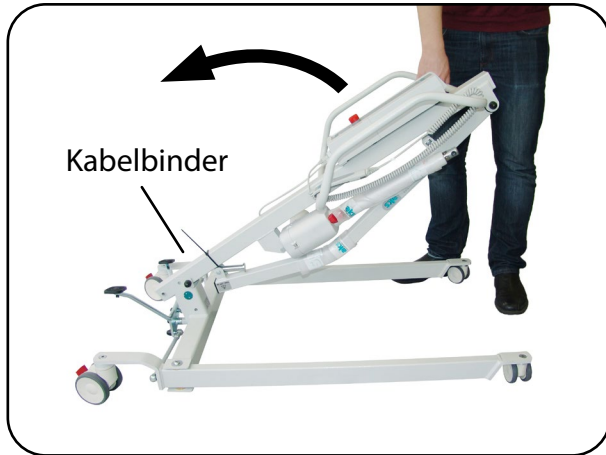
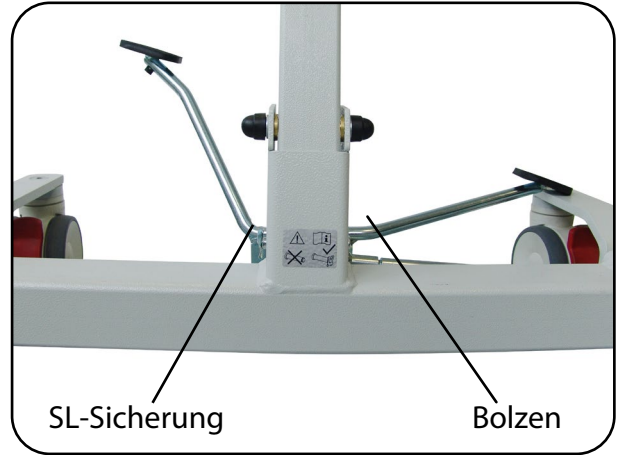

Abb. 6.2.03 – Standmast aufrichten
Abb. 6.2.04 - Standmastaufnahme
5. Richten Sie den Standmast auf (Abb. 6.2.03) und bringen Sie die Bohrung des Standmastes mit der Bohrung der Standmastaufnahme deckungsgleich übereinander. Dann sichern Sie den Standmast wieder mit dem Bolzen und der SL-Sicherung (Abb. 6.2.04).
6. Entfernen Sie den Kabelbinder, der als Transportsicherung den Hebearm am Standmast fixiert (Abb. 6.2.03).